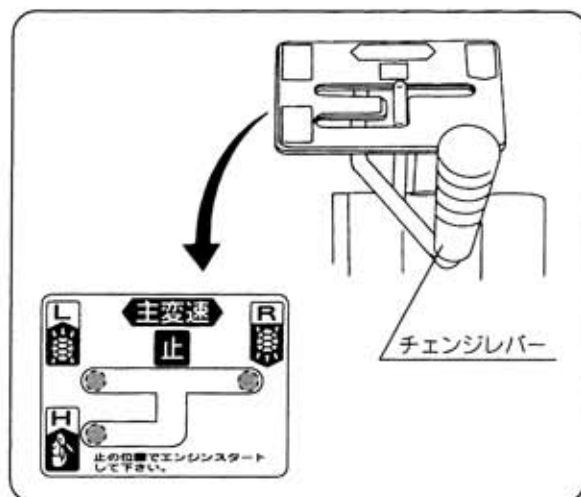

図19
- ① 低速の「前進後進」（低速）のチェンジの切換は主クラッチを切らなくても切換操作ができます。（図19）